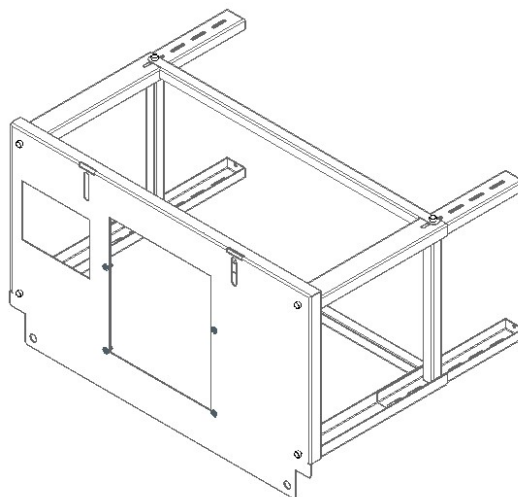

Figure 4 - Montage de la table auxiliaire
3. Le processus doit être répété pour les trois autres pieds, Figure 4.